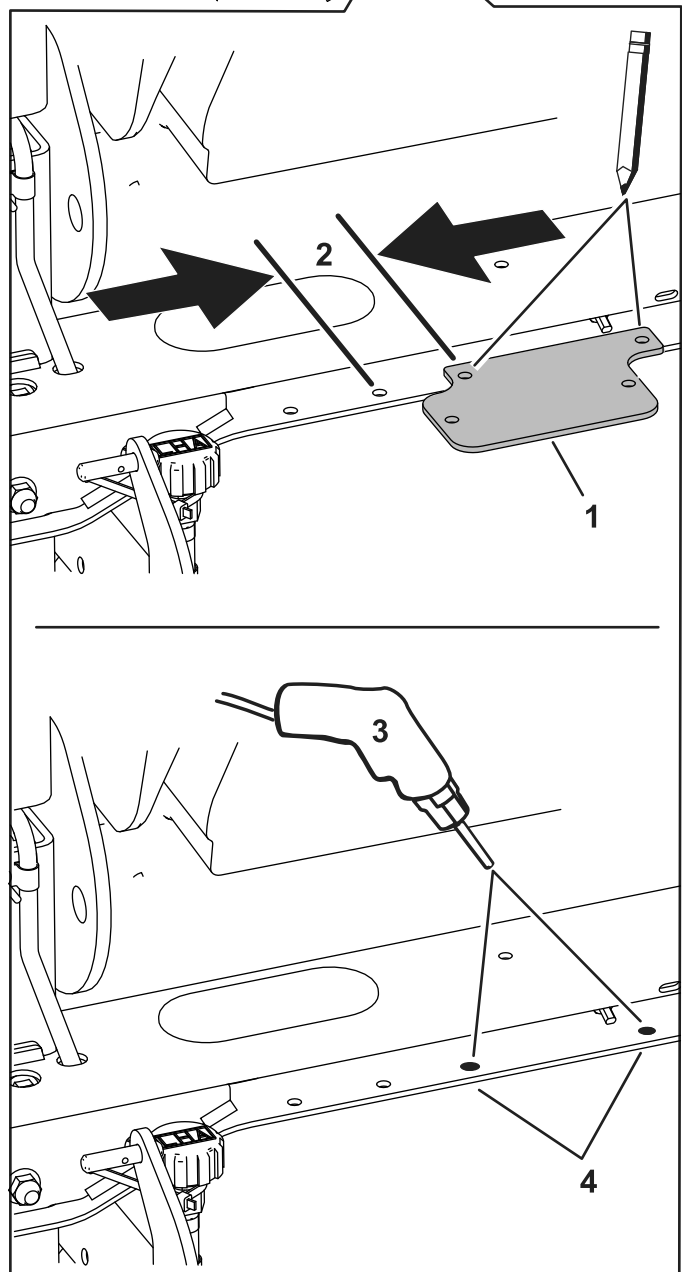

图 1
3. 检查图 1 中显示的机器机架中现有的孔。如果有孔继续执行步骤 6。
4. 使用安装支架作为模板标记孔的位置以便钻孔图 1。
5. 在机器机架中钻 9/32 英寸的孔图 1。